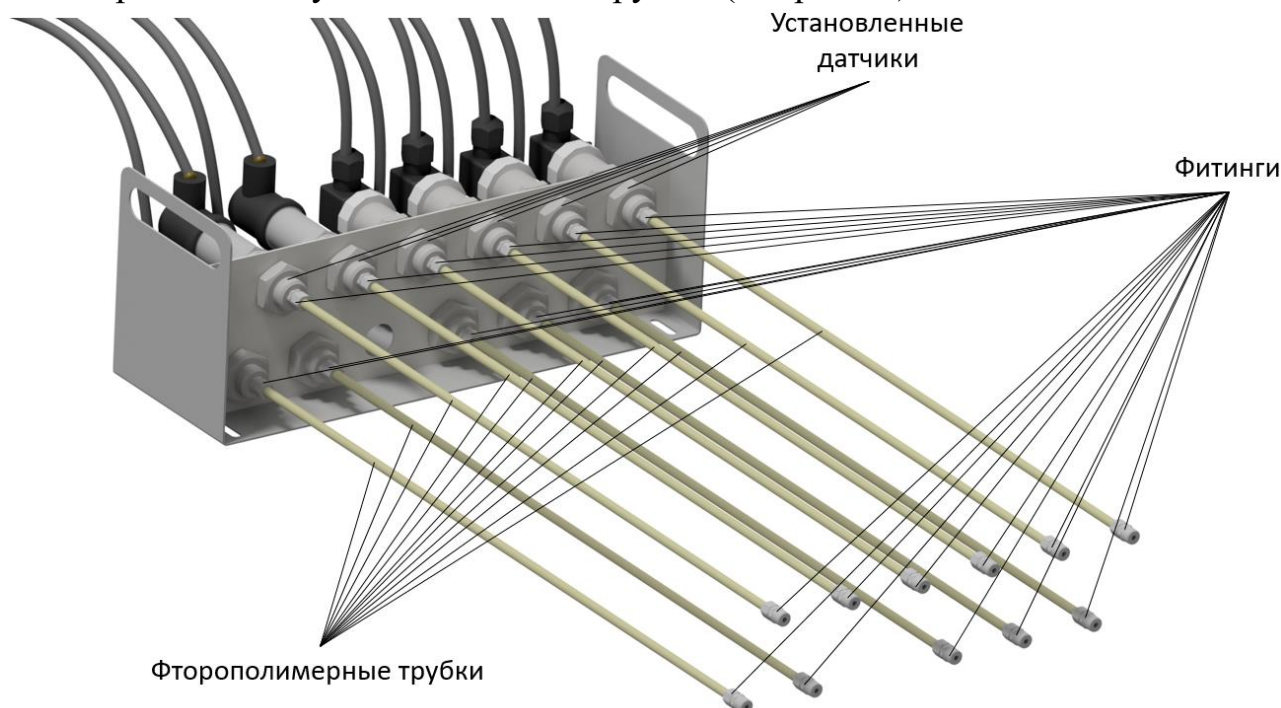

Рисунок 8 – Установка фторополимерных трубок и фитингов датчиков давления
3.Подключить фторополимерные трубки к датчикам. При подключении используются фитинги с резьбой R1/8, которые резьбовой частью устанавливаются в переходный штуцер с одной стороны трубки и в отверстия испытуемого изделия с другой. (см. рис. 8).